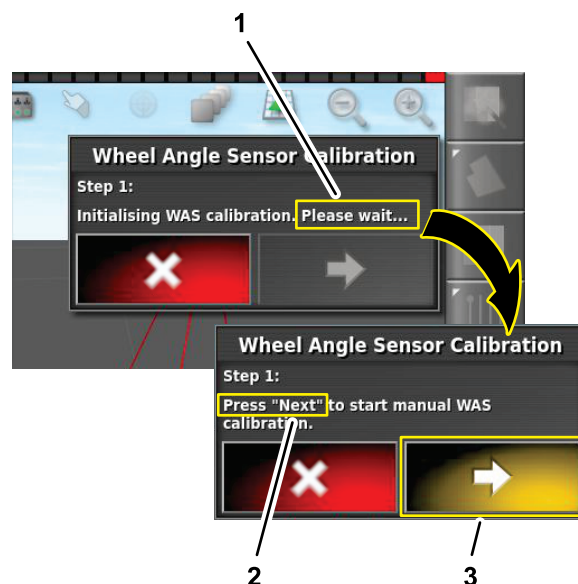

図 162
5. ステップ 1で、ホイール角度センサーの校正が初期化されるまで待ち、次のステップのアイコンを押します(図 162)。